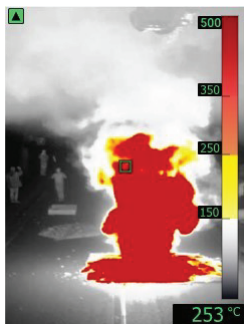

Abbildung 5.1 MSX®-Kamerabild
5. Der Temperaturmesswert unten rechts stellt die Messung des Zielpunkts dar. Siehe **Abbildung 5.1**.